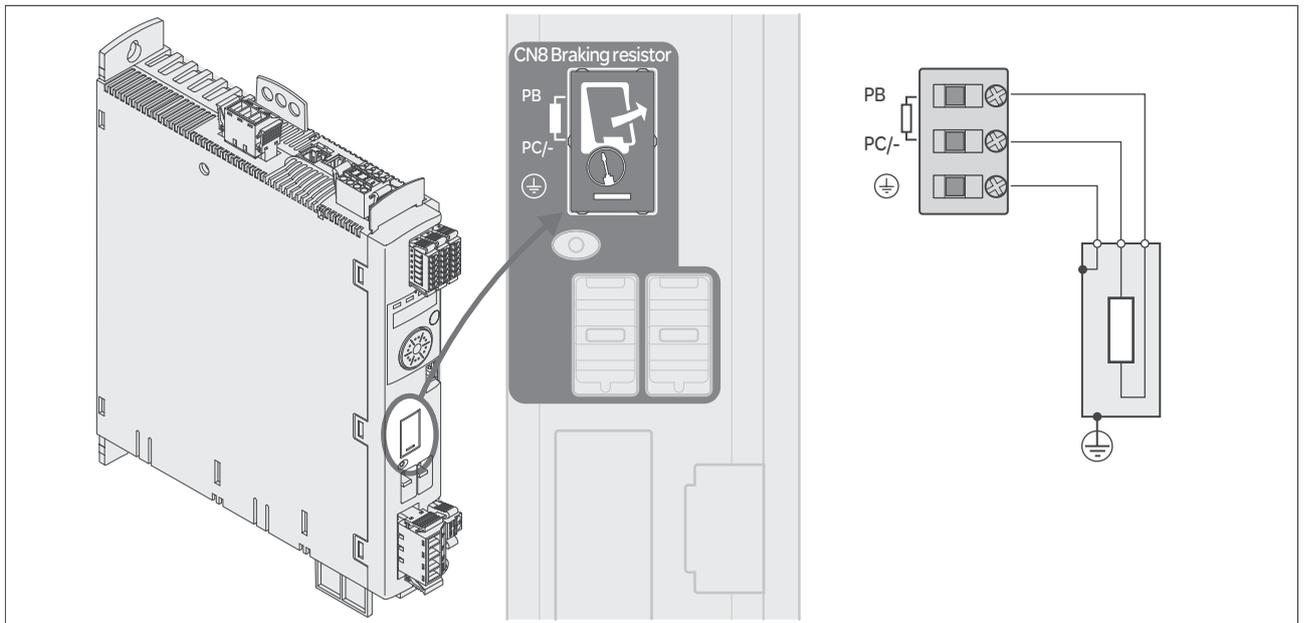

图 6.6 制动电阻接线图
- ▶ 将外部制动电阻连接在设备上，参见图 6.6。注意接线端子螺钉的不同拧紧力矩。